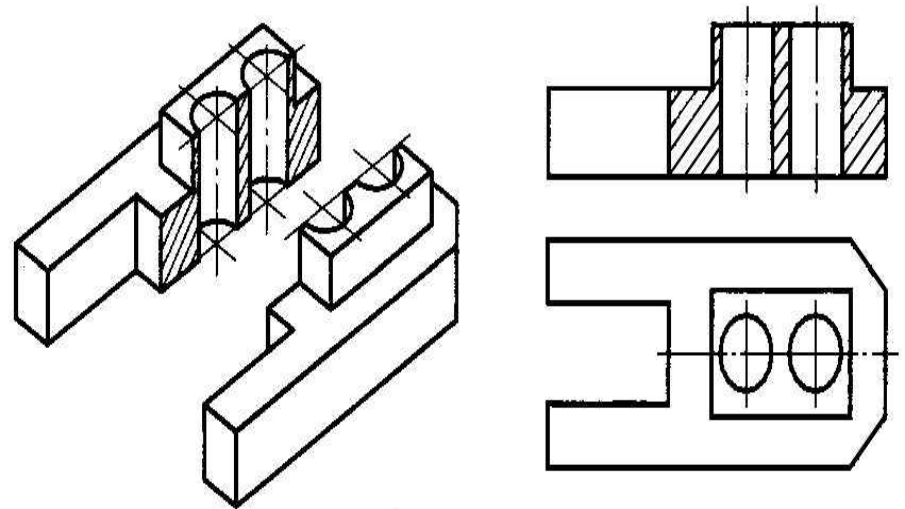

Рис. 1
- Если при выполнении разреза используют *одну секущую плоскость*, разрез называют **простым** (рис.1).
- Разрезы обычно располагают на месте соответствующих видов: **фронтальный** – на месте **вида спереди**, т.е. главного вида (рис.1);